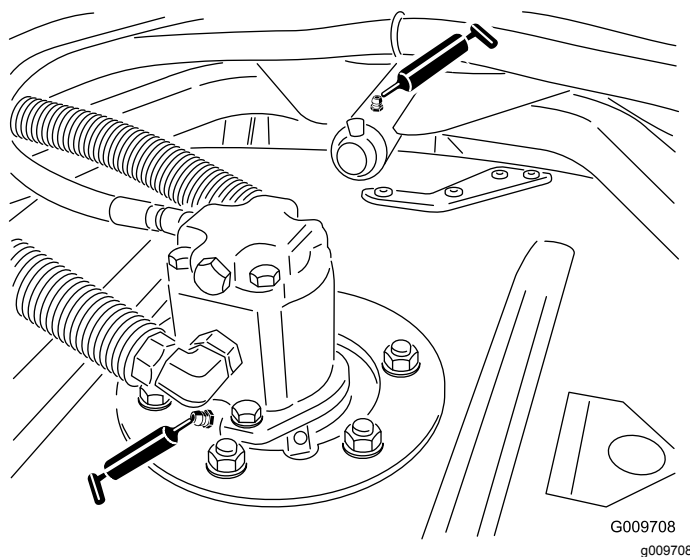

Figure 25
- Roulements d'axes de pivots de plateau de coupe (1 par plateau de coupe) (Figure 25)
- Bagues de bras de bâti porteur de plateau de coupe (1 par plateau) (Figure 25).